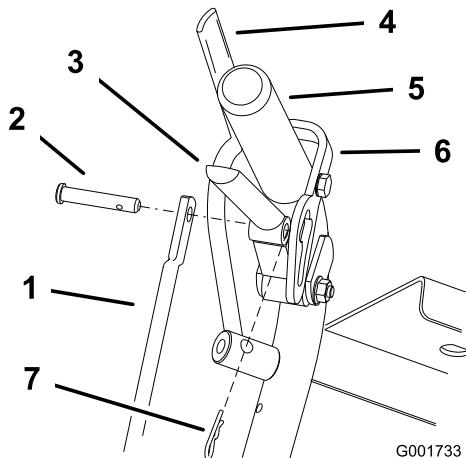

Figura 40
- Ajuste la longitud de la varilla de control soltando la palanca de avance y retire el pasador de horquilla y el pasador. Gire la varilla en el acoplamiento (Figura 40).
- Coloque el pasador en la palanca de avance (Figura 40).
- Instale el pasador de horquilla entre las palancas de avance y los cierres de bloqueo de punto muerto e introduzcalo en el pasador (Figura 40).